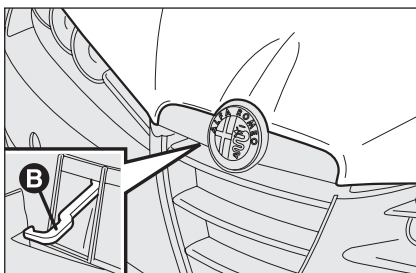

fig. 87
- ☐ tirare a fondo la levetta **B-fig. 87** e sollevare il cofano, mantenendo tensionata la leva